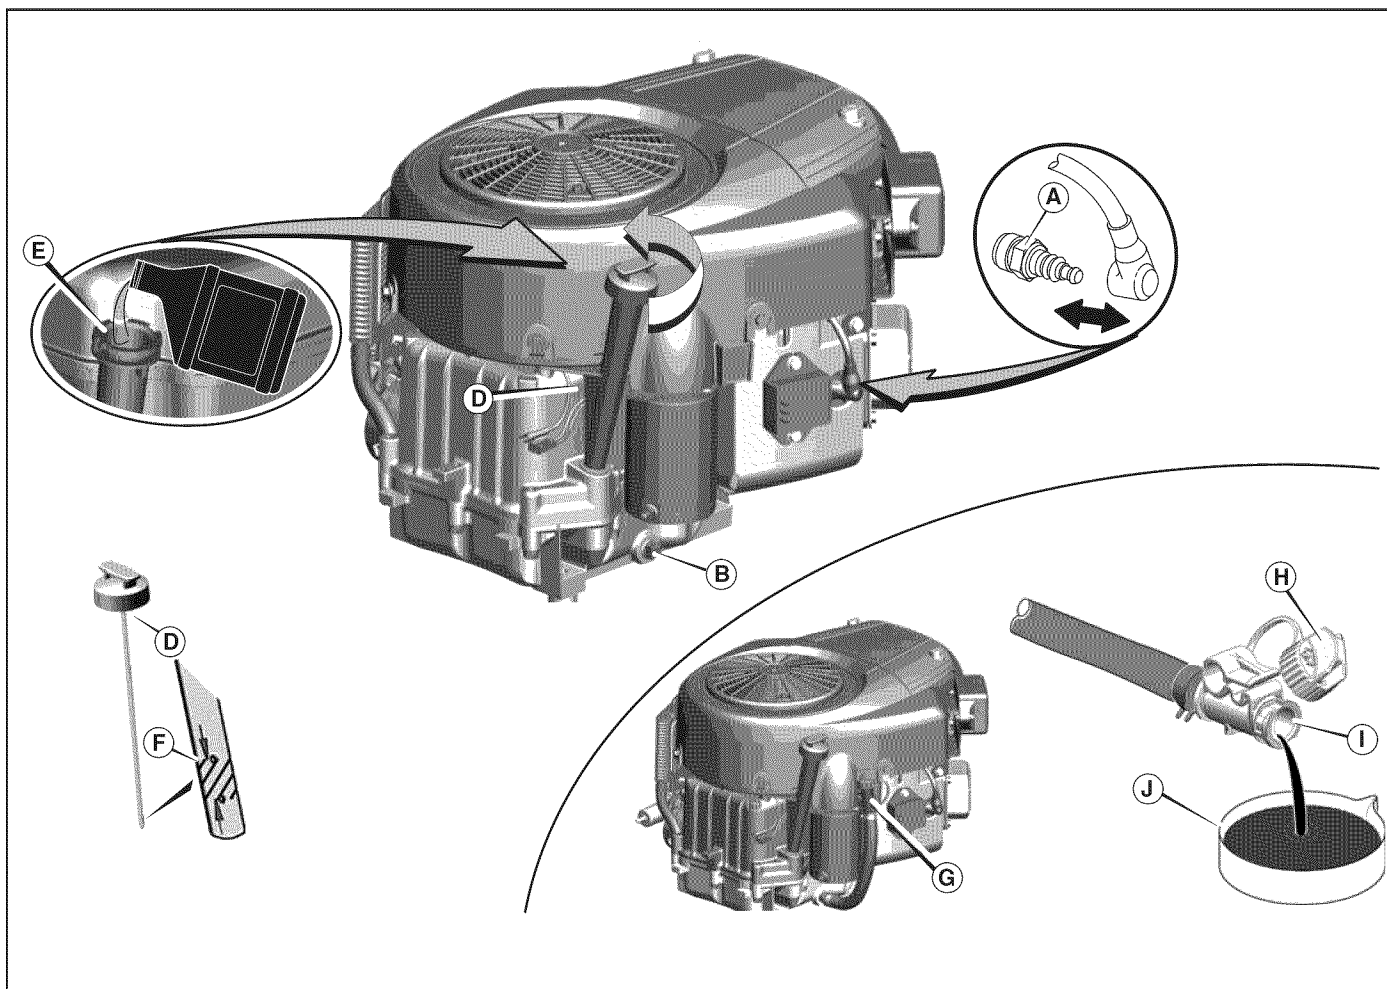

Figura 13
1. Con el motor apagado pero aún caliente, desconecte el cable de la bujía (A, Figura 13) y manténgalo a distancia de la bujía.
2. Retire la varilla indicadora de nivel de aceite (D).
1. Remueva el tapón de drenaje de aceite (B, Figura 13). Drene el aceite en un recipiente aprobado.
1. Desconecte la manguera de drenaje de aceite (G, Figura 13) del lado del motor.
2. Gire y retire la tapa de drenaje del aceite (H). Cuidadosamente haga descender el drenaje rápido del aceite (I) a un recipiente aprobado (J).
1. Remueva la varilla indicadora de nivel de aceite (**D**, Figura 13) y límpiela con un trapo limpio.